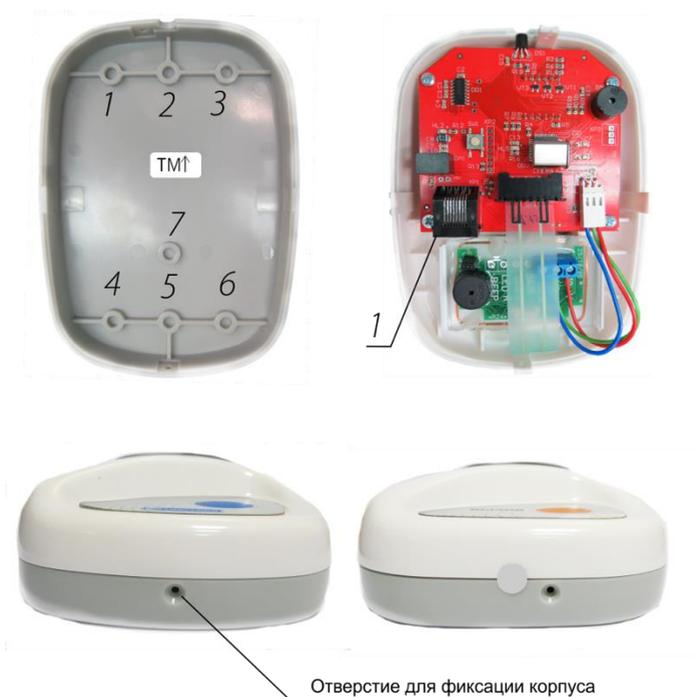

Рис. 6.10 Монтаж ТМ
Для монтажа ТМ согласно проекту, в месте размещения терминала предварительно выводят из стены провод. При монтаже следует произвести следующие шаги (рис. 6.10):
2. Высверлить в задней крышке необходимое количество отверстий для крепления 1-6 (рис. 6.10), а также отверстие для провода питания 7. Рекомендуется использовать для крепления минимум 2 отверстия по диагонали.